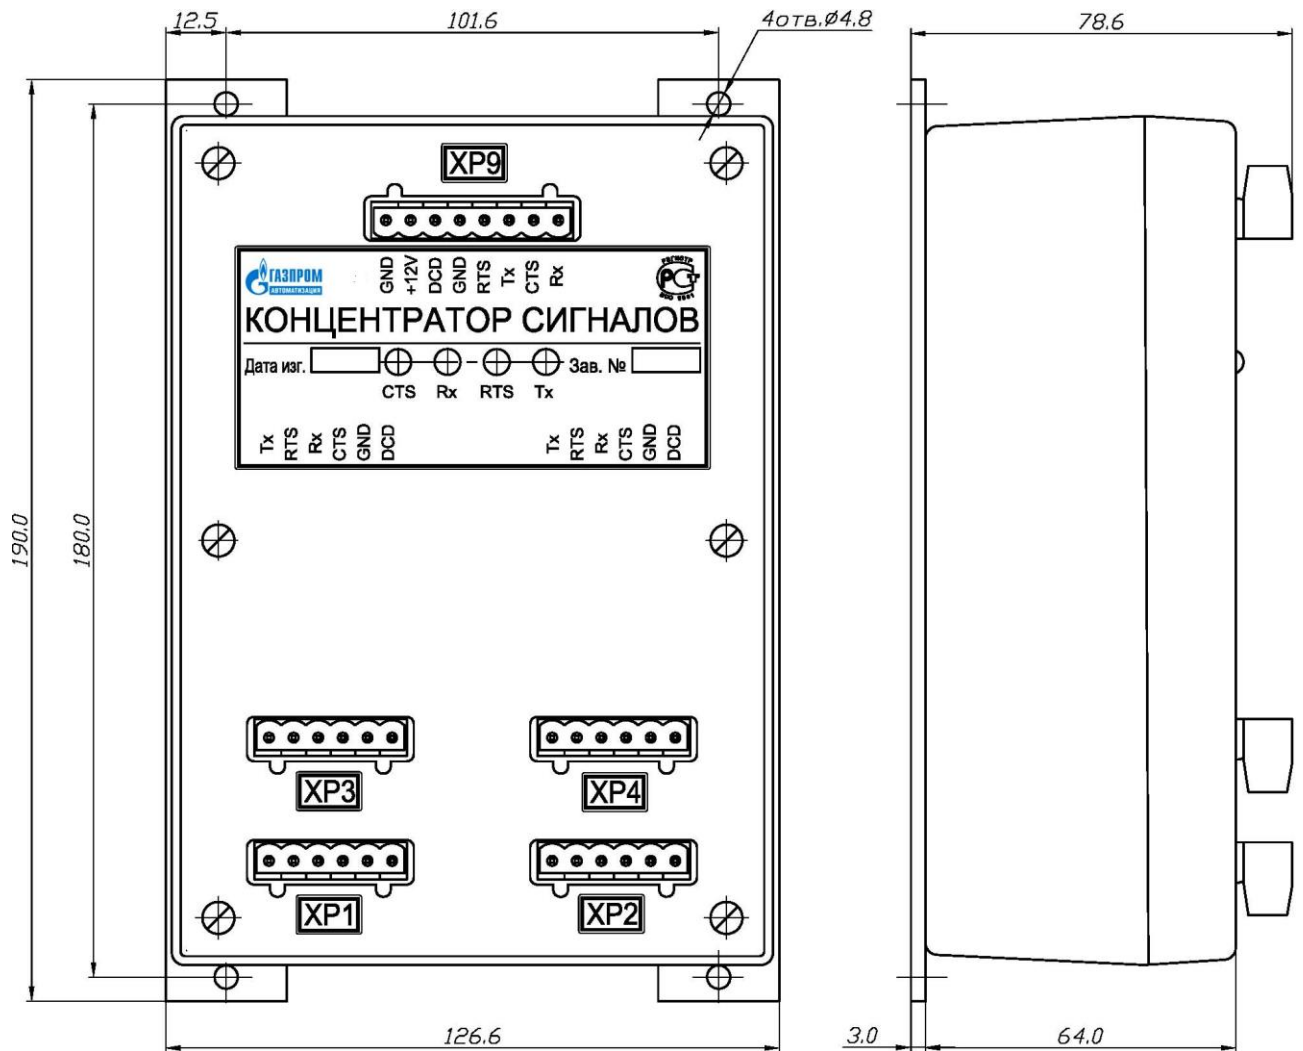

Рис. 10
1.8.6 Концентратор сигналов «КС-8С/1 (КС-4С/1)» рис.10 предназначен для объединения RS сигналов от 8 (4) комплексов в один выход RS-232. Представляет собой пластмассовую коробку со степенью защиты не ниже IP20. Концентратор крепится на плоскость и должен располагаться в шкафу или закрытом помещении.